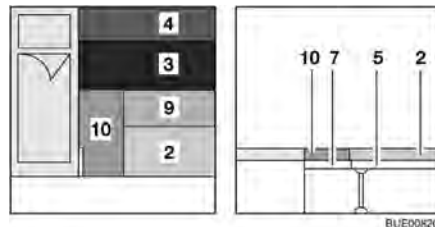

Fig. 94 Dopo la trasformazione
- Posizionare il cuscino del divano (Fig. 94,3) al centro.
- Posizionare il cuscino dello schienale (Fig. 94,4) tra il cuscino del divano (Fig. 94,3) e la parete.
- Posizionare il cuscino del divano (Fig. 94,2) alla parete.
- Posizionare il cuscino aggiuntivo (Fig. 94,9) tra i cuscini del divano.
- Posizionare il cuscino aggiuntivo (Fig. 94,10) vicino al letto.